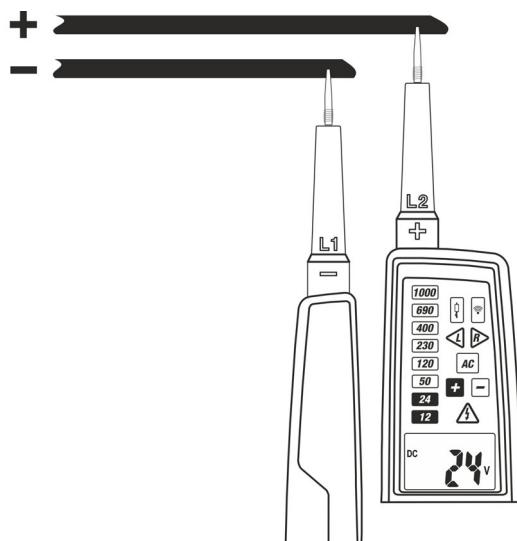

Fig. 4: Medição de Tensão CC
2. Ligar as ponteiras **L1** e **L2** ao objeto em teste (ver Fig. 4). A medição é executada **apenas com contacto direto das ponteiras com a parte metálica dos condutores**
4. Se o LED "-" estiver aceso significa que a tensão medida tem polaridade oposta à da ligação apresentada na Fig. 4